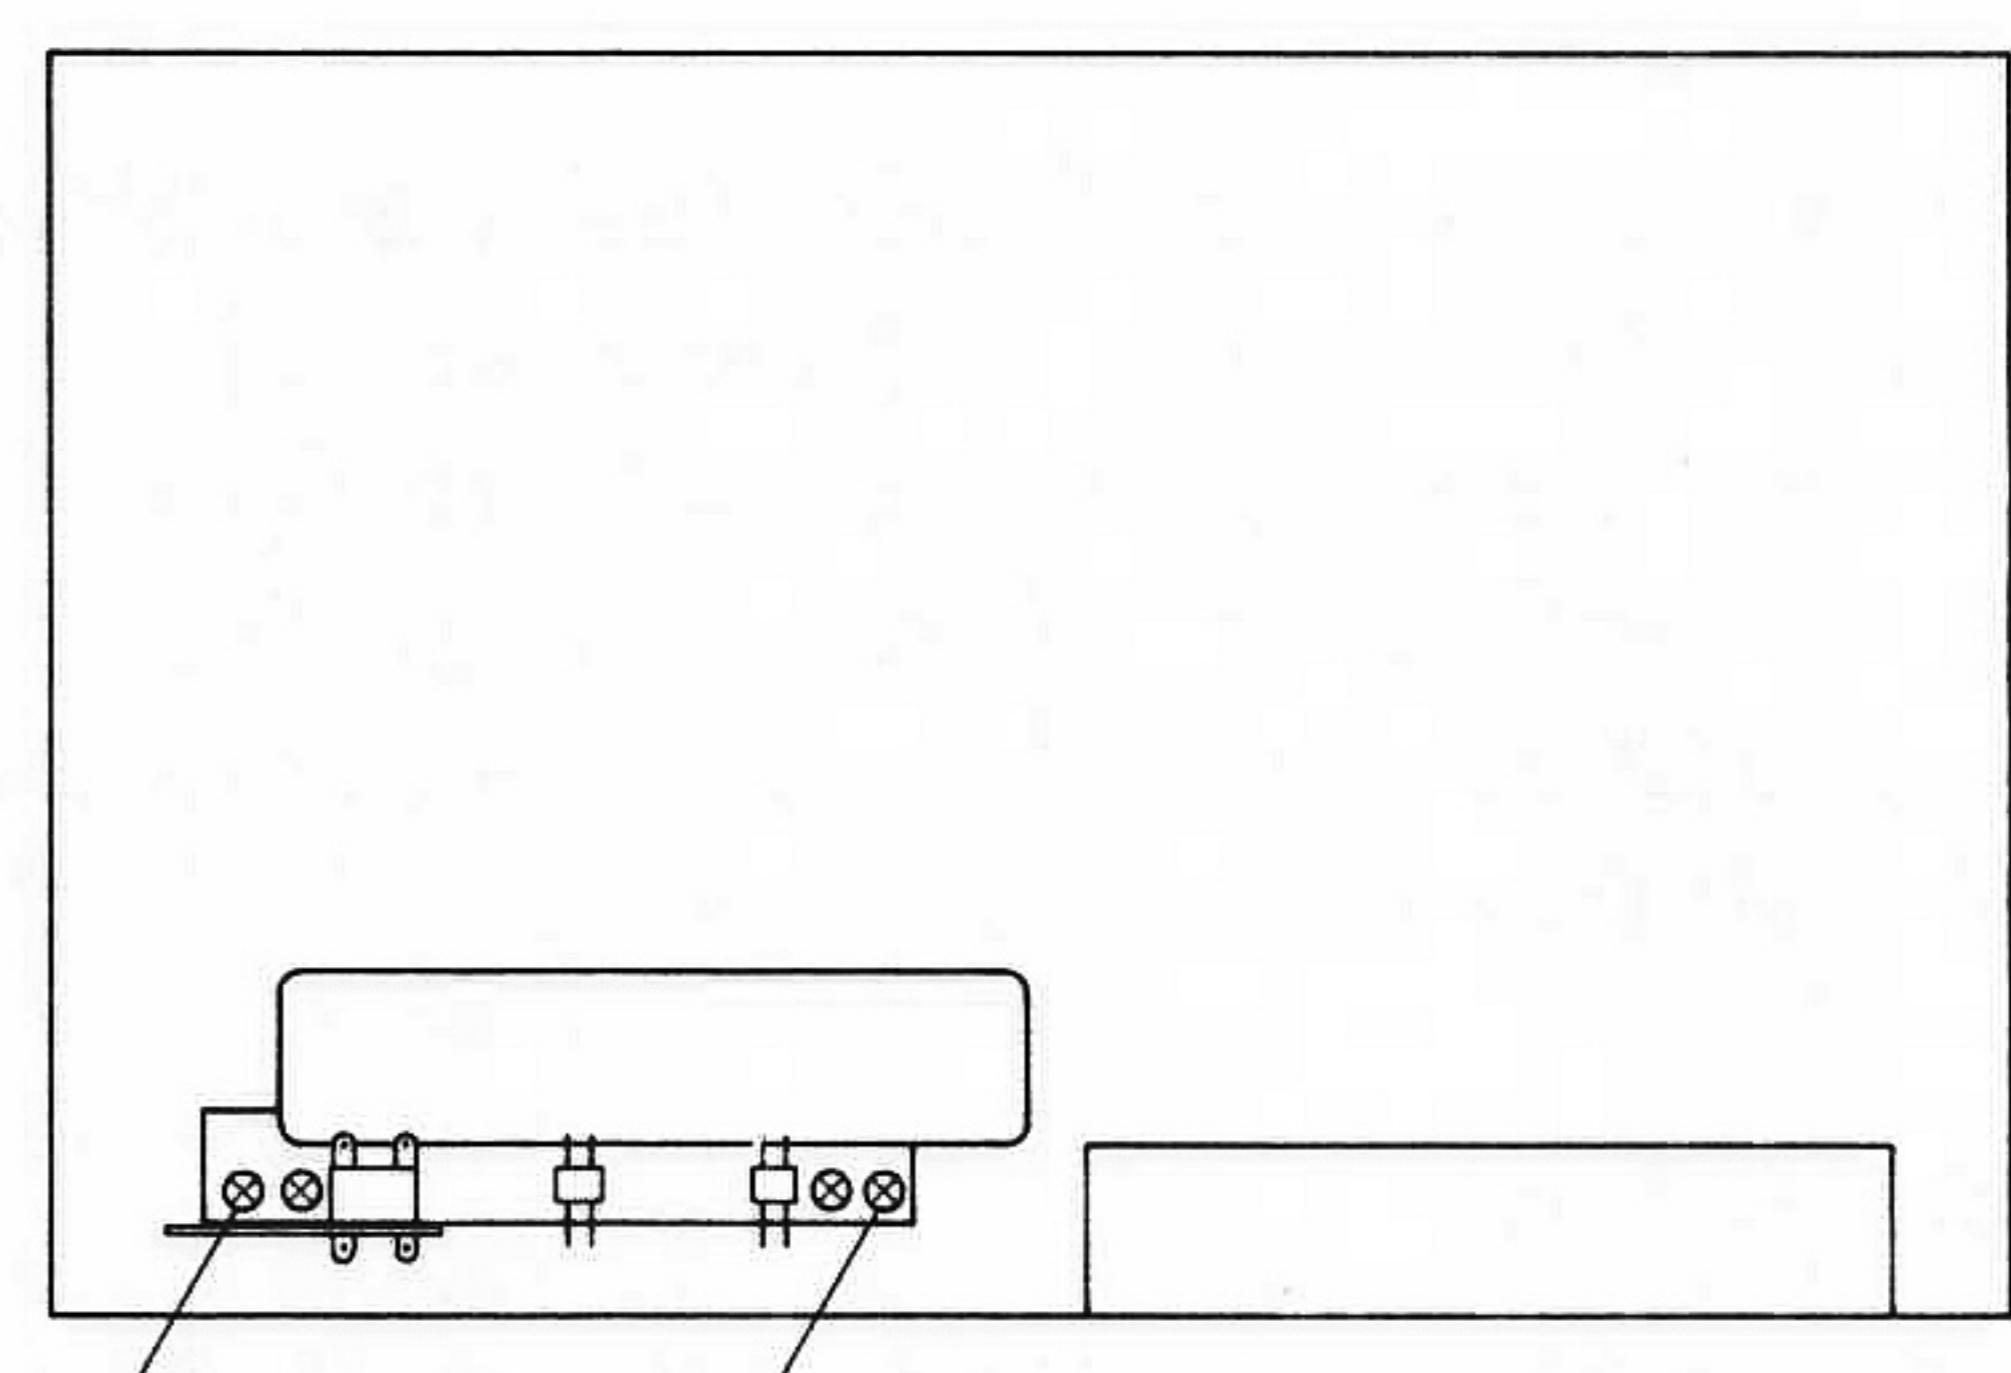

Fig. 2
5. Önskar man borttaga kretskort lamppanel, 55 20171-01, borttages de båda skruvarna (2) fig. 2.